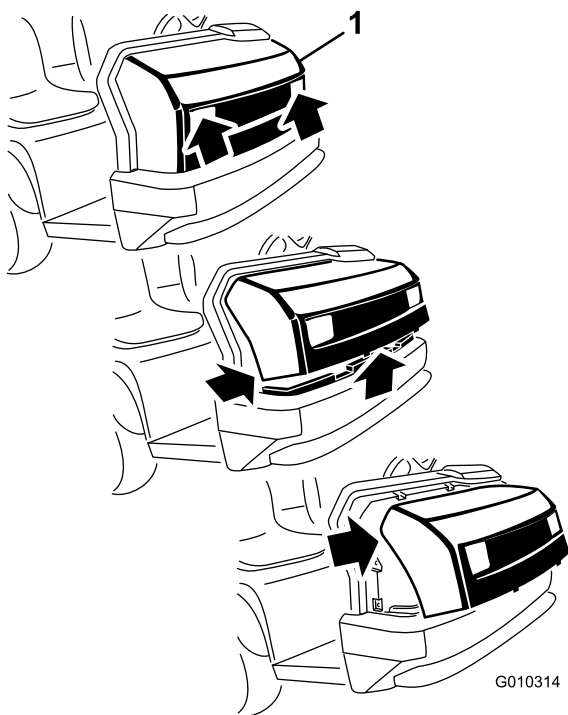

Рисунок 1
6. Возьмитесь за капот в проемах блок-фар и поднимите его вверх, чтобы вывести нижние монтажные лапки из пазов в бампере (Рисунок 1).
7. Потяните низ капота на себя и вверх, чтобы высвободить верхние монтажные лапки из пазов рамы (Рисунок 1).
8. Потяните верх капота на себя и отсоедините кабельные разъемы от фар (Рисунок 1).